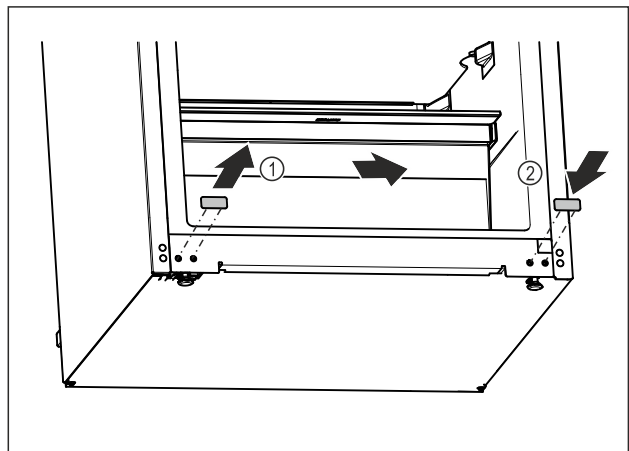

Fig. 12
- ▶ Vytáhněte krycí zátku. Fig. 12 (1)
- ▶ Zasuňte krycí zátku na opačné straně. Fig. 12 (2)